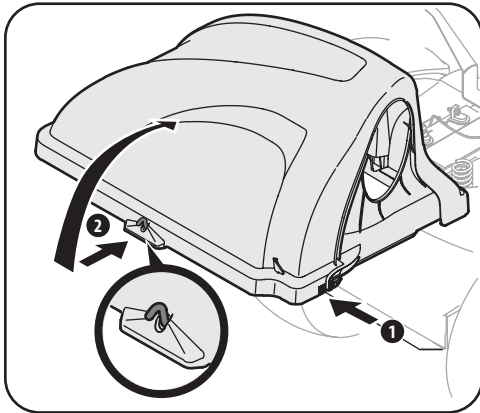

Figura 4-8
7. Abra la cubierta de la embolsadora empujando hacia adentro la lengüeta posterior derecha con la mano derecha, como se ve en (1) de la Figura 4-8, y levantando la cubierta con la mano izquierda en el centro de la parte posterior de la cubierta de la embolsadora, (2).